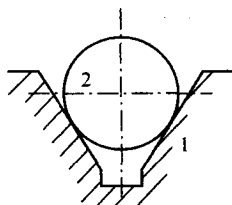

图1-2 题1.3.9图
1.3.9 图1-2中轴2搁置在V形铁1上,根据它们在图平面内能实现的相对运动,可判别它们之间组成的运动副是_____。